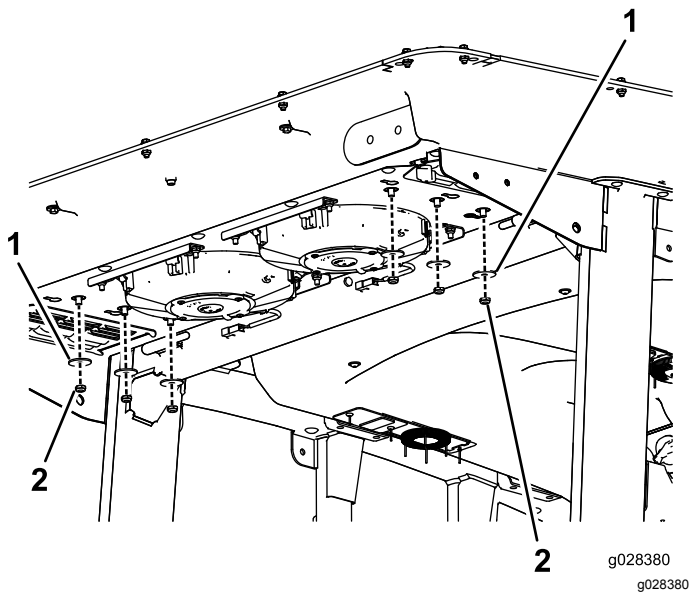

Figura 136
2. Retire las 6 tuercas y arandelas de la parte inferior de la parte trasera de la cabina (Figura 136).